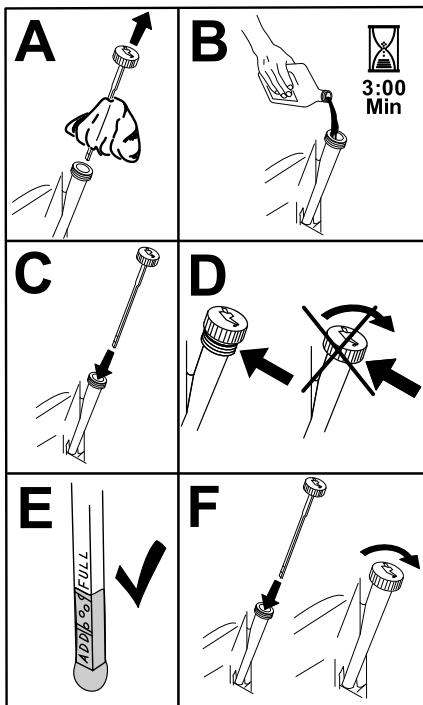

図 36
6. 所定量の 80% 程度のオイルをゆっくり入れ、そこから、残りの量を注意深く足して**FULL**マークまで入れる図 36。